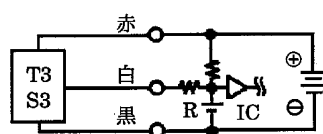

図4 容量性負荷に電流制限抵抗Rを入れた例。この時の抵抗R(Ω)は次式以上を使用してください。
- ・容量性負荷（コンデンサ）を接続する場合には、スイッチON時に突入電流が発生しますので図4に示す保護回路を必ず設けてください。